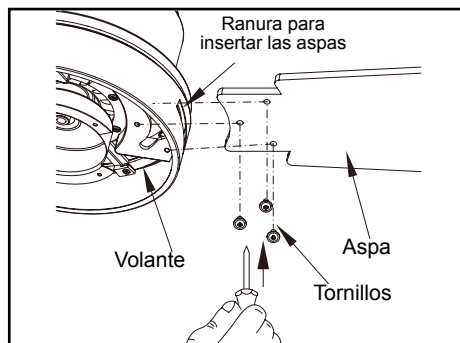

Figura 12
1. Fija el asa al conjunto motor-ventilador, alinea los orificios para tornillos en el asa con los orificios para tornillos arriba y debajo del ensamblaje del motor y asegura los tornillos. (Figura 12)
2. La mayoría de los problemas de oscilación del ventilador se deben a que las aspas no están al mismo nivel. Verifica este nivel seleccionando un punto en el techo sobre la punta de una de las aspas. Mide desde un punto en el centro de cada asa al punto en el techo. Mide esta distancia como se muestra en la Figura 12. Gira el ventilador hasta que la siguiente asa quede en posición para medir. Repite el procedimiento para cada asa. Las desviaciones de la medición no deben pasar de 1/8" (3.2 mm). Enciende el ventilador por 10 minutos.